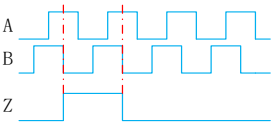

图 5.21 脉冲分频输出时序图
**例：**如图 5.21 所示，设置 Pn071 设置为 4，Z 脉冲宽度为 4 倍于正交 AB 脉冲宽度。用户可以在 1~31 的范围内进行 Z 脉冲宽度拓宽处理。